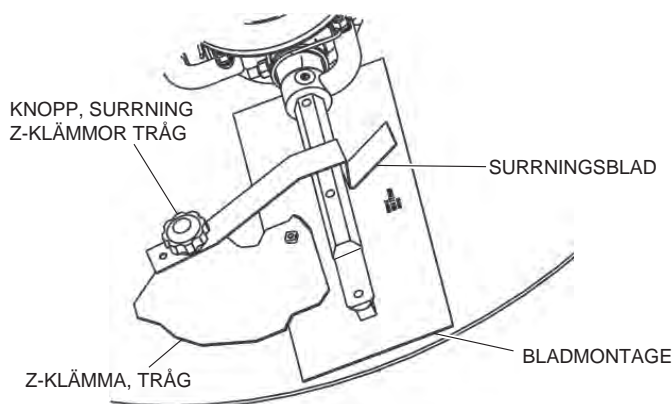

Bild 29. Z-klämeinstallation av finishingpaneler
Se Bild 29 vid installation av paneler på finishingbladen.
3. Fäst bladens spännband på bortsidan av Z-klämmans fästen med spännbandsknopparna som visas i Bild 29.